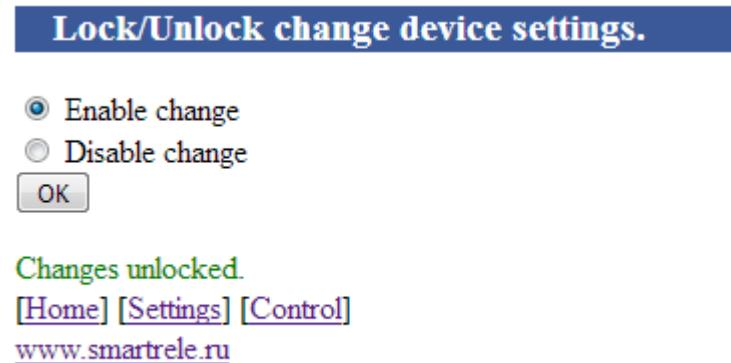

Рисунок 2 – страница разрешения изменения настроек интерфейса
9.5 Для разблокирования изменения настроек интерфейса введите в поле пароль “admin” и нажмите кнопку “OK”, если пароль введен верно отобразится страница разрешения изменения настроек (рис. 2), иначе в строке сообщений отобразиться надпись “Incorrect password” красного цвета.